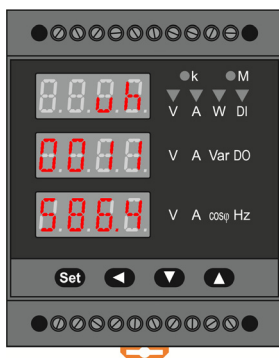

Рис. 11 – Пример отображения энергии.
4. При отображении активной или реактивной энергии ее величина отображается на 2-м и 3-м дисплеях: на 2-м отображаются первые 4 символа значения, а на 3-м – вторые 4 символа значения. На 1-м индикаторе отображаются знак и тип энергии (см. табл. 1 и рис. 11).